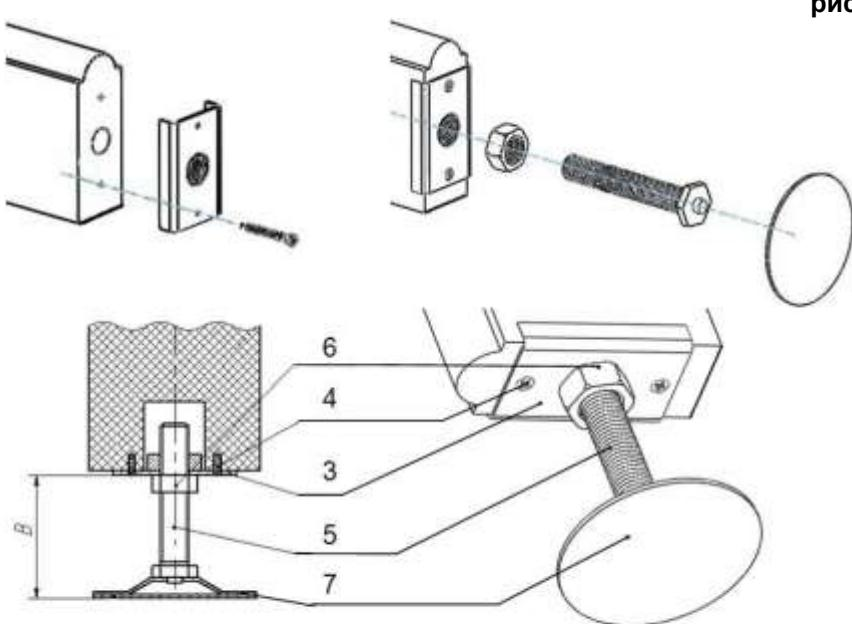

рисунок 3
2) правильность установки винтовых домкратов и размер «В», который должен быть не более 70 мм (рисунок 3).